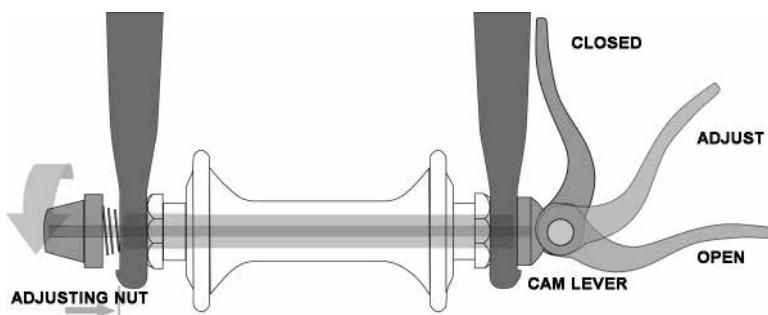
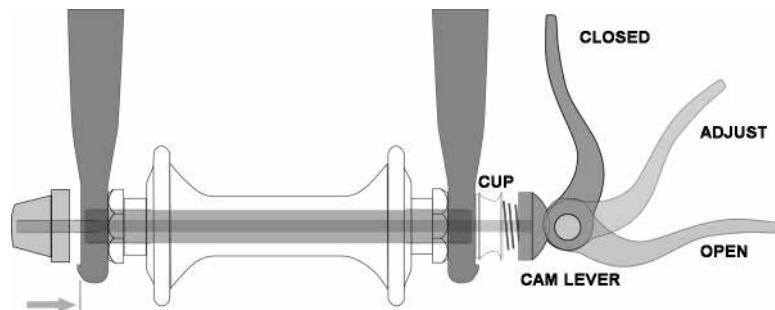

fig. 16
fig. 17
1. Mediante un eje hueco con un «pincho» que lo atraviesa y que tiene una tuerca de tensión ajustable en un extremo y una leva de sobrecentrado en el otro (fig. 16, 17).
En la actualidad existen dos tipos de mecanismos de retención de la rueda de leva de sobrecentro: la leva de sobrecentro tradicional (fig. 16) y el sistema de leva y copa (fig. 17). Ambos emplean una acción de leva sobre el centro para fijar en su sitio la rueda de la bicicleta.
Ajuste del Mecanismo de Leva y Copas (fig. 17)
- (1) Si su bicicleta dispone de retención de la rueda delantera con acción de leva, mueva la palanca de leva de la posición de bloqueo o CERRADO a la posición de ABIERTO (fig. 16, 17). Si su bicicleta está equipada con retención de rueda delantera mediante pernos pasantes o atornillados, afloje la(s) fijación(es) unas cuantas vueltas en sentido contrario a las agujas del reloj utilizando una llave apropiada, una llave de bloqueo o la palanca integral.
- (2) Si su horquilla delantera tiene un dispositivo de retención secundaria de tipo clip, desactívelo. Si su horquilla delantera tiene un dispositivo de retención secundario integrado y un sistema de acción de leva tradicional (fig. 16), afloje la tuerca de ajuste de la tensión lo suficiente como para poder extraer la rueda de las punteras. Si su rueda delantera utiliza un sistema de leva y copa, (fig. 17) apriete la copa y la palanca de la leva al mismo tiempo mientras retira la rueda. El sistema de levas y copas no requiere la rotación de ninguna pieza.
- (1) Si su bicicleta dispone de retención de la rueda delantera con acción de leva, mueva la palanca de leva de forma que se curve hacia la parte externa de la rueda (fig. 17). Esta es la posición ABIERTA. Si su bicicleta tiene una retención de la rueda delantera con pernos pasantes o atornillados, consulte el siguiente paso.
- (2) Con la horquilla de dirección orientada hacia delante, introduzca la rueda entre las hojas de la horquilla de modo que el eje se asiente firmemente en la parte superior de las punteras de la horquilla. La palanca de la leva, si la hay, debe colocarse al lado izquierdo del ciclista (fig. 16,17). Si su bicicleta tiene un dispositivo de retención secundario de tipo clip, actívelo.
- (3) Si tiene un mecanismo de acción de leva tradicional: manteniendo la palanca de leva en la posición ADJUST con la mano derecha, apriete la tuerca de ajuste de la tensión con la mano izquierda hasta que esté apretada con los dedos contra la punta de la horquilla (fig. 16). Si tiene un sistema de leva y copa: la tuerca y la copa (fig. 17) se habrán encajado en la zona hundida de las punteras de la horquilla y no debería ser necesario ningún ajuste.
- (4) Centre la rueda en la horquilla mientras empuja la rueda firmemente hasta la parte superior de las ranuras de las punteras de la horquilla.
(a) Si tiene un sistema de acción de leva, mueva la palanca de leva hacia arriba y gírela a la posición CERRADA (fig. 16, 17). La palanca debe quedar paralela a la hoja de la horquilla y curvada hacia la rueda. Para aplicar una fuerza de ajuste suficiente, debe rodear la hoja de la horquilla con los dedos para hacer palanca y la palanca debe dejar una huella clara en la palma de la mano.
Algunas bicicletas están equipadas con un sujetador de tija de sillín de acción de leva. El sujetador de acción de leva de tija de sillín funciona exactamente como el sujetador de acción de leva de rueda tradicional (6.A). Mientras que un fijador de acción de leva parece un perno largo con una palanca en un extremo y una tuerca en el otro, el fijador utiliza una acción de leva sobre el centro para sujetar firmemente la tija del sillín (fig. 16).